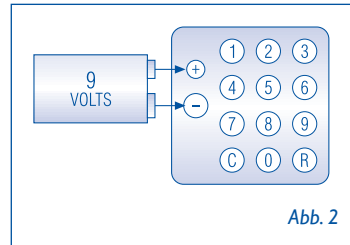

Abb. 2
1. Appoggiare la batteria da 9 Volt 6LR61 (Fig. 2) rispettando la polarità.
1. Die Batterie zu 9 Volts 6LR51 (siehe Abb. 2) einsetzen und dabei die Polarität berücksichtigen.